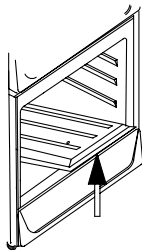

Figure 5
b) *Changement de l'injecteur du brûleur du four (Figures 5, 6, 7, 8)*